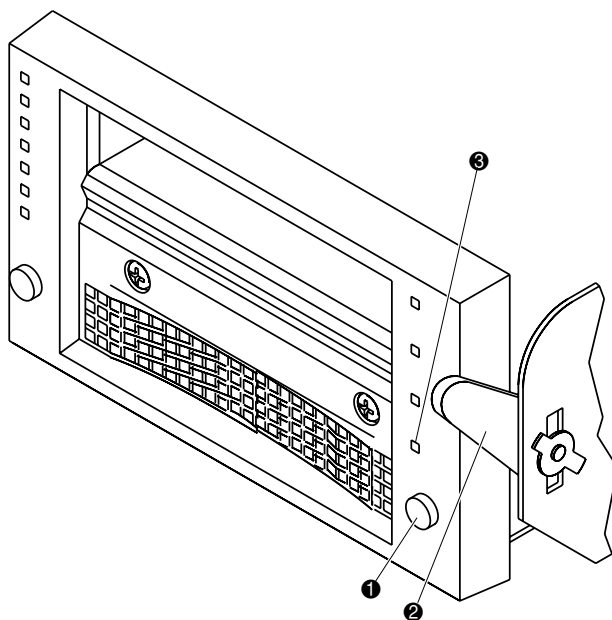

図2-11: テープドライブフロントベゼル
2. テープドライブ上のUnloadボタンを押します(①図2-11)。Unloadボタンを押すと、テープカートリッジが巻き戻されます。これには10～120秒かかります。巻き戻しが完了したら、Operate Handleインジケータが点灯します。
3. Operate Handleインジケータ(③図2-11)が点灯したら、片手の親指をテープから約1.3cm離して添えながら、ゆっくりと挿入/リリースハンドルを上げて(②図2-11)テープカートリッジを排出させます。